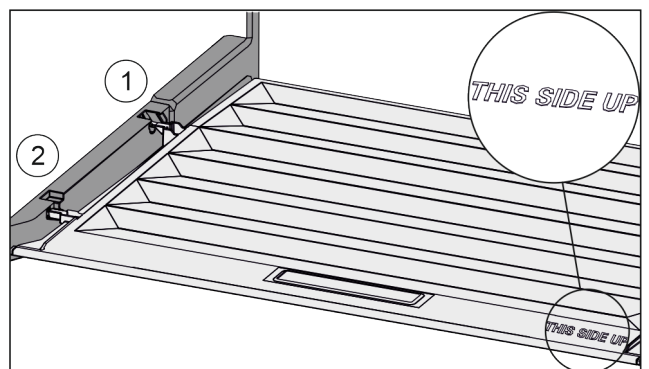

Fig. 99
- ▶ Вставить поперечные ребра крышки через отверстие заднего держателя Fig. 99 (1) и защелкнуть спереди в держателе Fig. 99 (2).